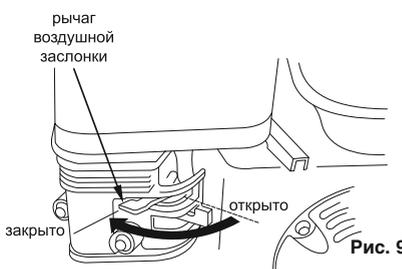

Рис. 9
- 8.7.7. Перевести рычаг воздушной заслонки в следующее положение (см. рис. 9):